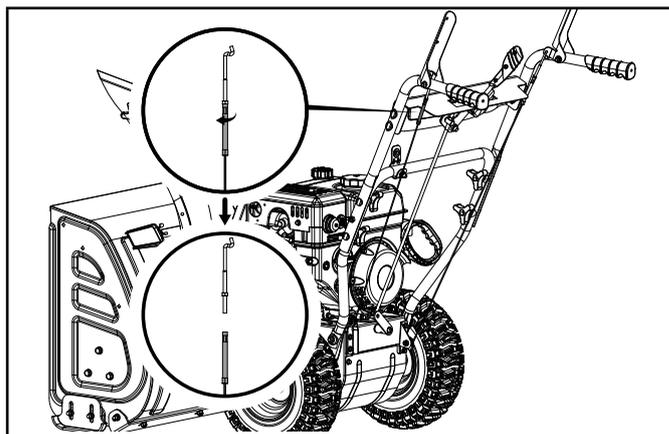

Figure 41
4. Dévissez le boulon de la fil de commande de la tarière. (figure 41)